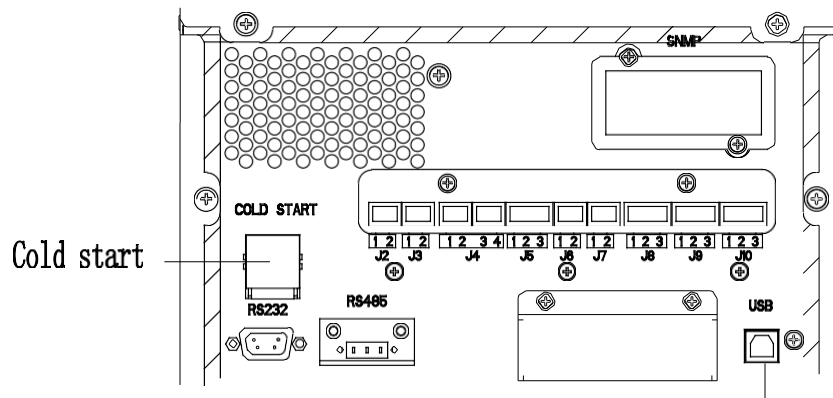

Fig.4-1 La posición del botón de arranque en frío de la batería.
2. Presione el botón rojo para el arranque en frío de la batería (Vea la Fig.4-1). El sistema está alimentado por la batería.